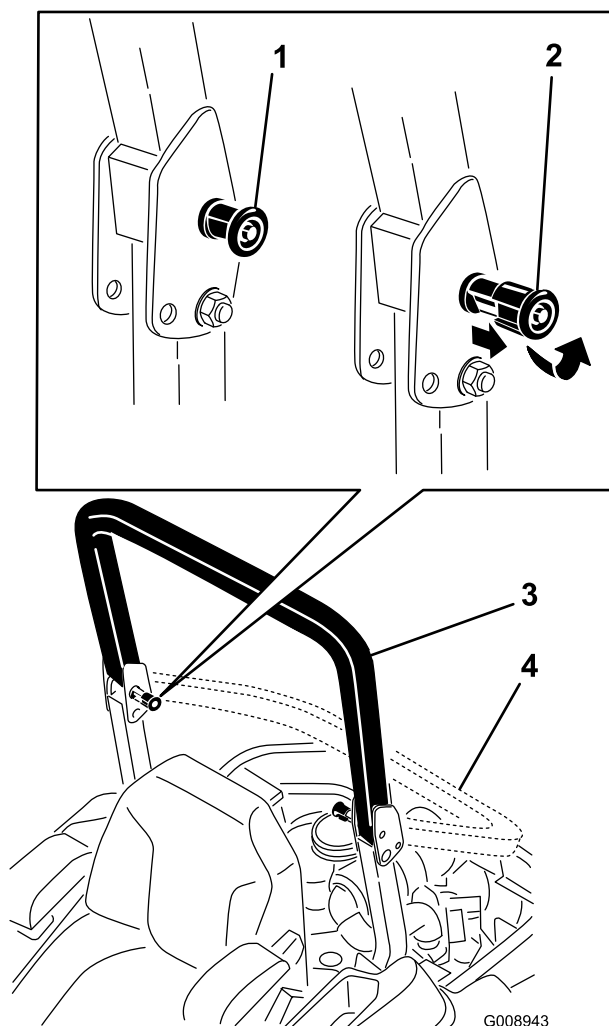

Figure 8
2. Tirez sur les deux boutons et tournez-les à 90 degrés pour les désengager (Figure 8).
3. Faites pivoter l'arceau de sécurité à la position abaissée (Figure 8).
4. Pour relever l'arceau de sécurité, levez-le à la position d'utilisation et tournez les boutons de sorte à les déplacer partiellement dans les rainures (Figure 8).
5. Redressez complètement l'arceau de sécurité tout en poussant sur la partie supérieure; les goupilles s'engagent en position quand les trous sont en face (Figure 8).